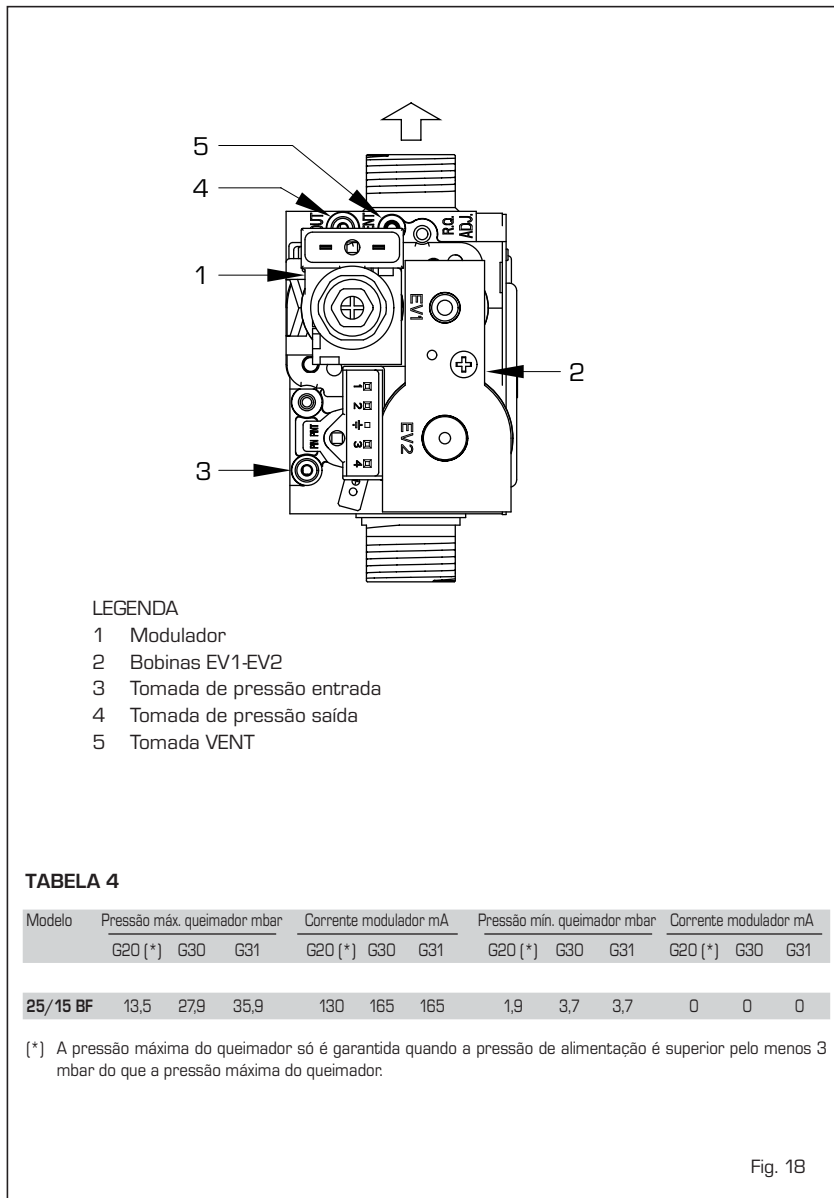

Fig. 18
4.1 VÁLVULA GÁS (fig. 18)
As caldeiras são produzidas de série com válvula gás modelo SIT 845 SIGMA (fig. 18). A válvula gás é regulada para dois valores de pressão: máxima e mínima, que correspondem, segundo o tipo de gás, aos valores indicados na **Tabela 4**. A regulação da pressão de gás aos valores máximo e mínimo é feita pela SIME durante a produção: desaconselha-se portanto qualquer variação. Somente em caso de transformação de um tipo de gás de alimentação (metano) para outro (butano ou propano) será admitida a variação da pressão de trabalho.
- Desligue o tubo da tomada VENT da válvula (5 fig. 18).**
- Tire a cápsula (1) do modulador:
- Regule a pressão máxima na porca (3) procurando o valor da pressão máxima indicado na **Tabela 4**.
- Segure na porca (3) gire o parafuso/porca (2), para procurar o valor da pressão mínima indicada na **Tabela 4**.